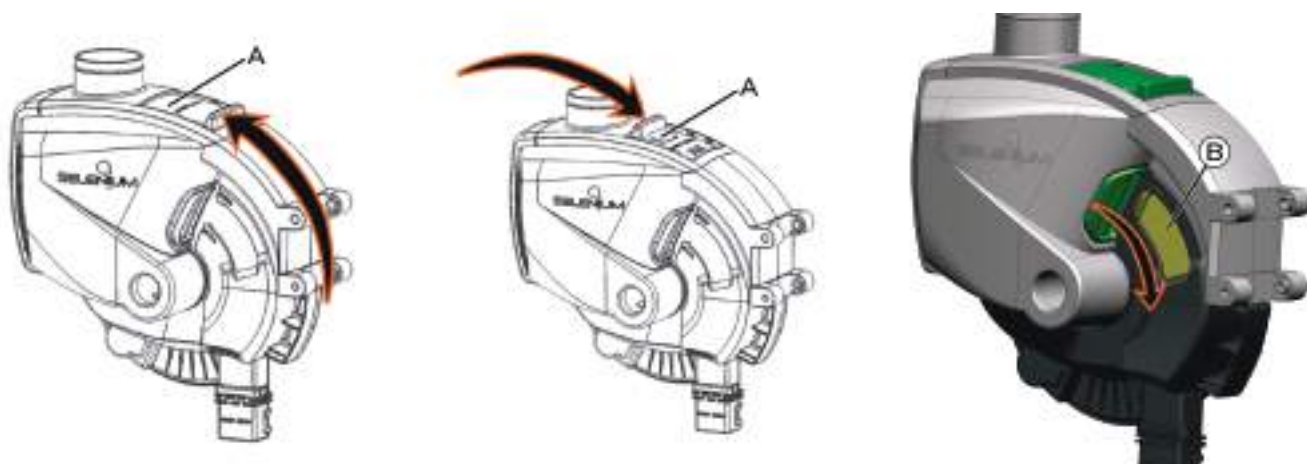

fig. 99
1- Empurre a gaveta (A) do dosador para realizar o isolamento (fig. 99).